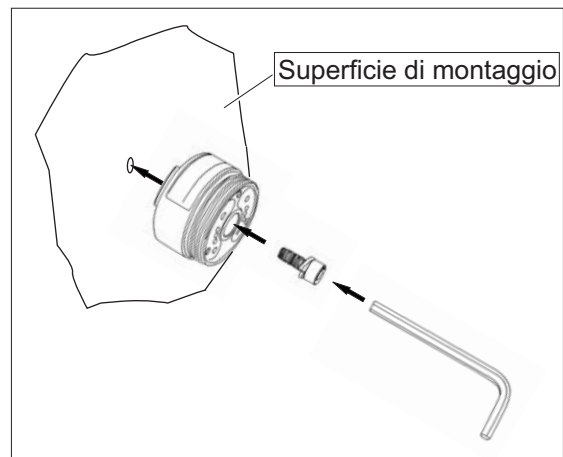

Fig. 11: fissaggio sulla superficie di montaggio
2. Fissare l'unità di monitoraggio mediante la vite cilindrica e la rosetta elastica dinamicamente sulla superficie di montaggio (fig. 11).